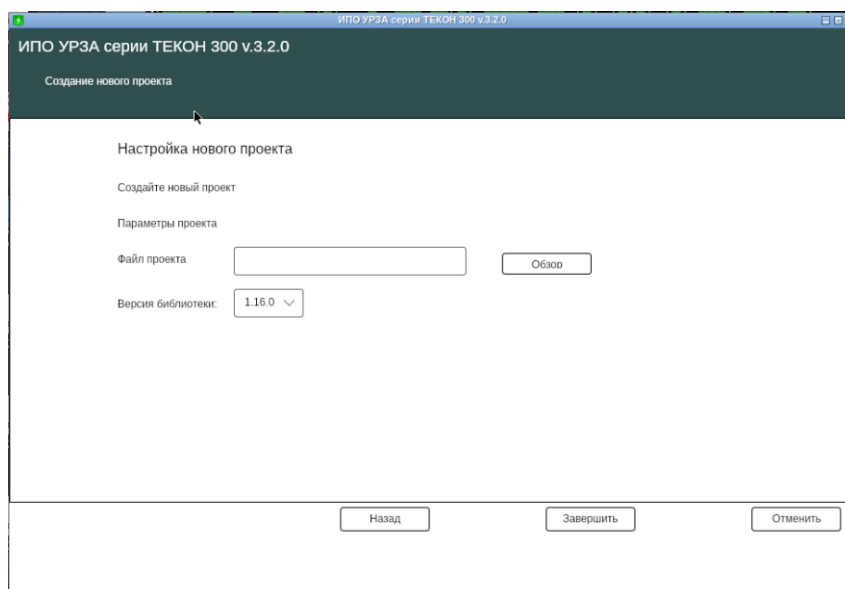

Рисунок 5.2 – Диалоговое окно «Создание нового проекта»
- нажать на кнопку **Создать новый проект** после чего откроется окно создания нового проекта (см. рисунок 5.2);